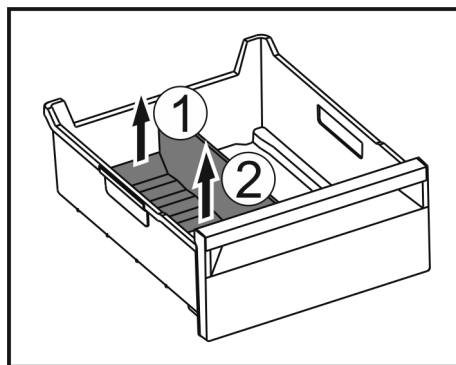

Fig. 234
- Ridicați partea posterioară a separatorului pentru compartimentul de gheață. Fig. 234 (1)
- Scoateți separatorul pentru compartimentul de gheață în sus. Fig. 234 (2)